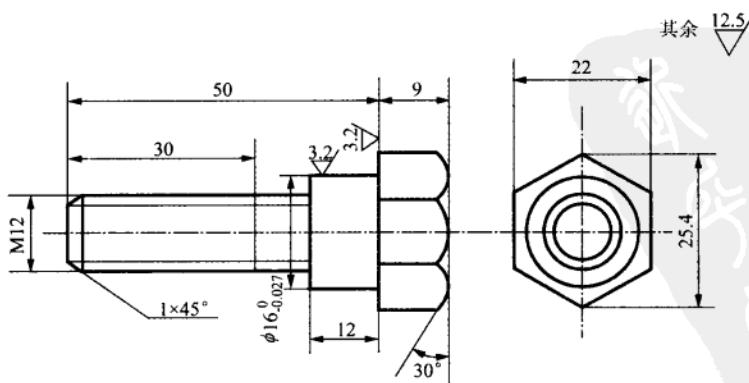

图 1.1 定位螺钉
- (1) 什么是生产过程和工艺过程？试举例说明机械加工工艺过程。
- (2) 图1.1所示为定位螺钉的零件图，毛坯为 $\phi 30\text{mm}$ 的45钢棒料，其小批生产的工艺过程见表1.1。试在表中简要说明划分工序、安装、工步、工位、走刀的理由。